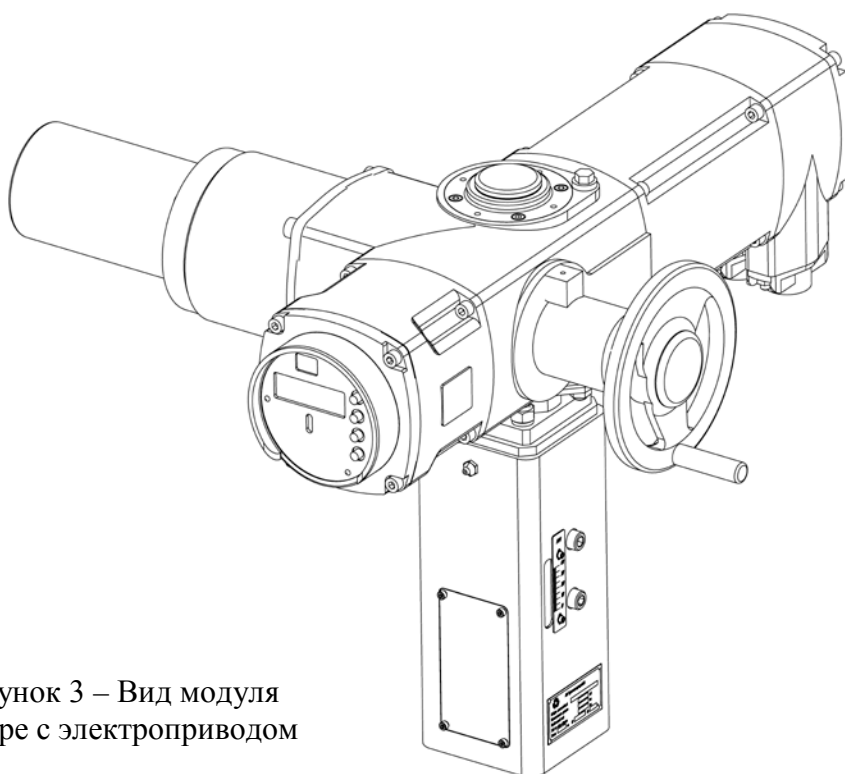

Рисунок 3 – Вид модуля
1.7 Модуль может поставляться отдельно или в сборе с электроприводом производства АО «Тулаэлектропривод» (рисунок 3). В обоих случаях изделия упакованы в невозвратную тару.